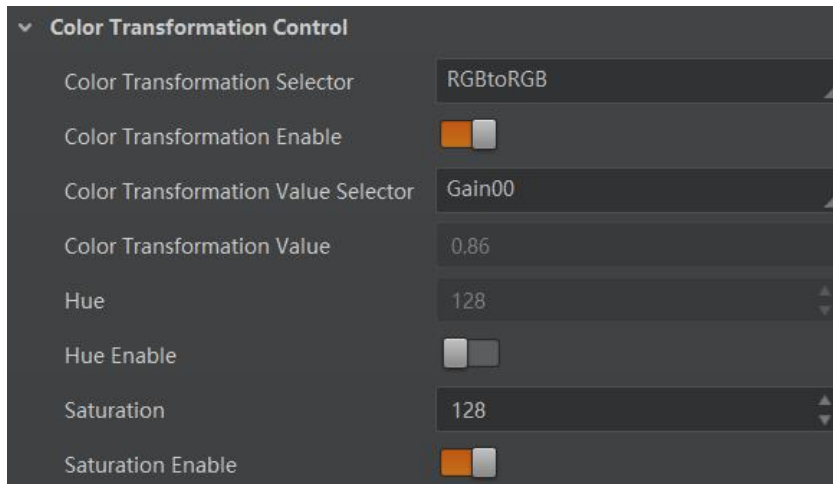

图7-46 调节饱和度
4. 在 *Saturation* 参数中输入需要设置的数值，如图 7-46 所示。